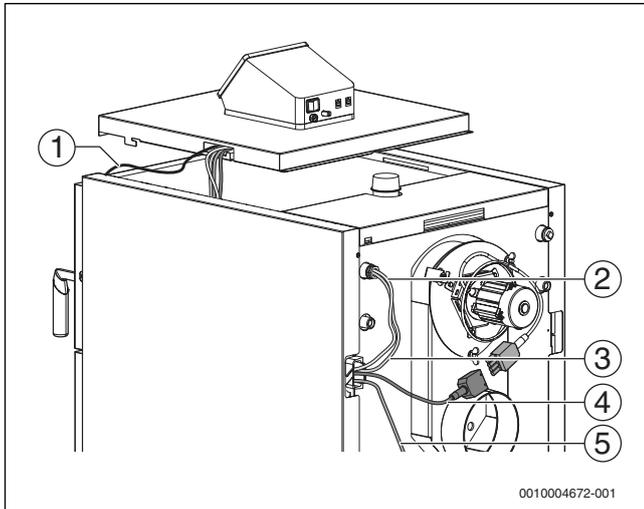

Рис. 21 Проведите кабели и провода датчиков через крышку котла
- ▶ Проведите кабель и провод датчика через вырез в крышке котла (→ рис. 21).
- ▶ Выведите провод и капиллярную трубку датчика температуры котловой воды (FK) и предохранительного ограничителя температуры (STB) через держатель кабеля из котла.
- ▶ Вставьте датчик температуры котловой воды и предохранительный ограничитель температуры (→ рис. 21, [1], стр. 20) в погружные гильзы [3] на задней стороне котла.